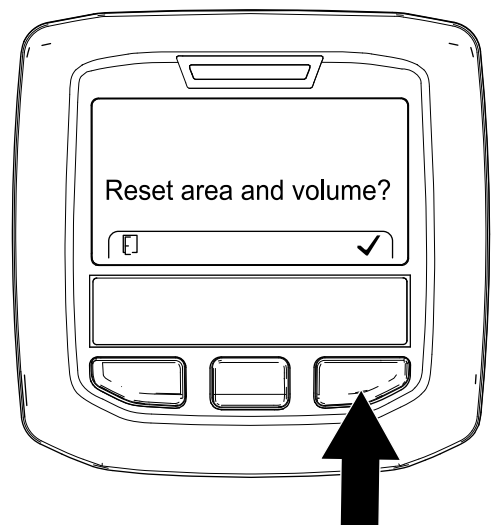

Figura 110
6. All'interno della schermata REIMPOSTA AREA E VOLUME, premete il tasto destro dell'InfoCenter (Figura 110).